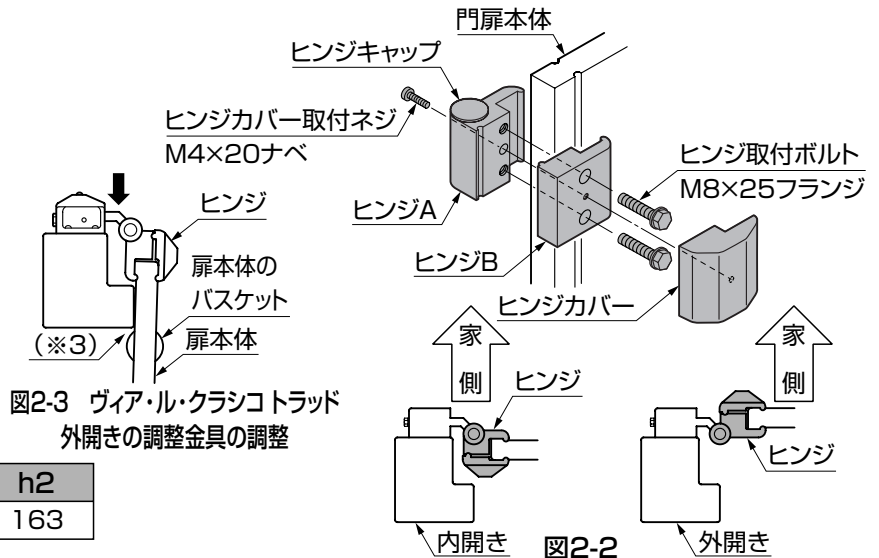

図2-3 ヴィア・ル・クラシコトラッド
- トラッド門扉の外開きの場合は、バスケット形状部が柱に当たらないように調整金具を調整してください。(※3) (図2-3参照)
②ヒンジ(下)、(上)の順に調整金具のシャフトに差込んでください。
③門扉を開け、ヒンジ(下)の「抜け止めネジ」を締めてください。
④ヒンジカバーを取付けてください。